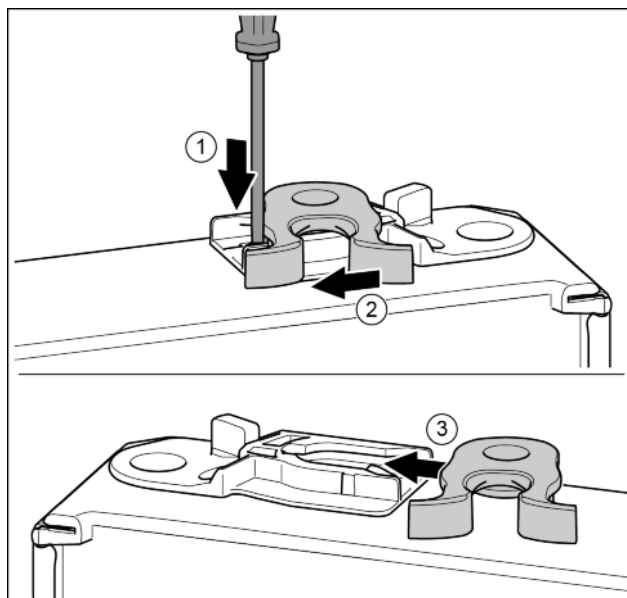

Fig. 18*
- Pousser vers le bas la languette avec un tournevis plat.* Fig. 18 (1)
- Tirer le crochet de fermeture en dehors du guide.* Fig. 18 (2)
- Pousser le crochet de fermeture dans le guide de l'autre côté.* *Fig. 18 (3)*